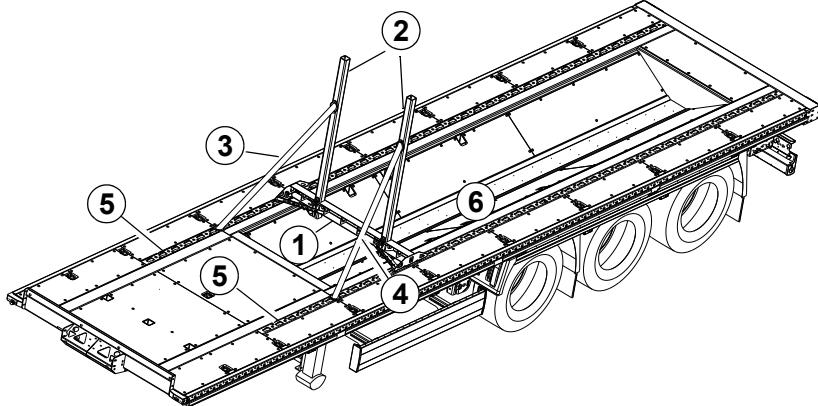

Bild 1 Vario Coil System - Übersicht
- 1 Querträger (Bild 1/1) zwischen die Rasterschienen einsetzen.